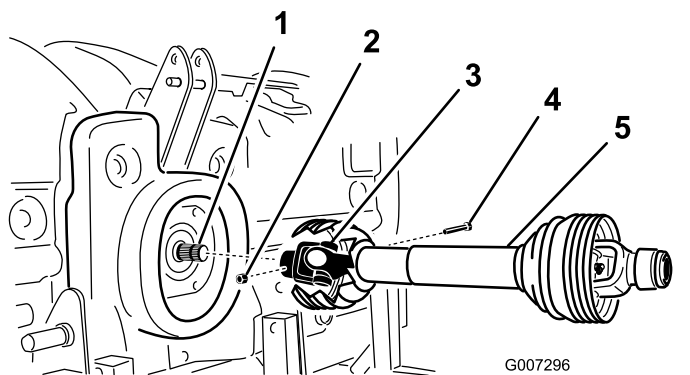

Figura 11
2. Collegate l'albero della presa di forza all'albero della trasmissione con un bullone da 1/2 x 3,00 poll. e un dado da 1/ poll. (Figura 11).